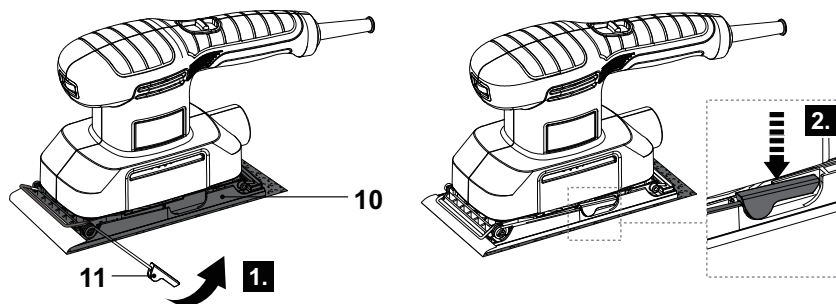

Fig. 6
- > Tirez le levier de serrage (11) vers le haut le long de la semelle (10) puis appuyez vers le bas pour l'enclencher (Fig. 6).